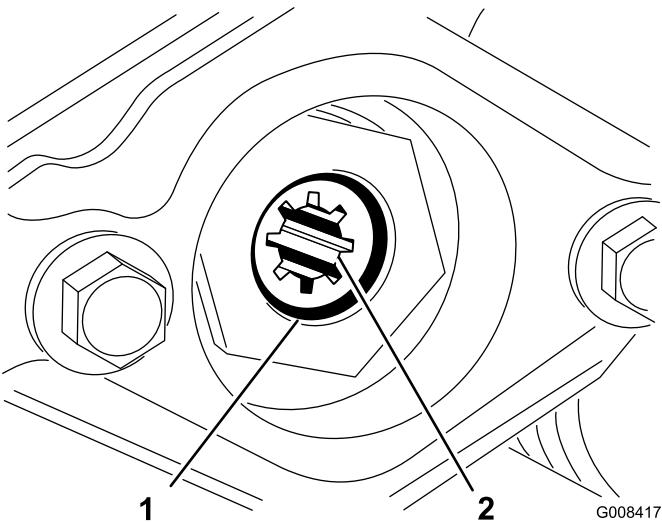

Figura 15
3. Parafuso de cabeça allen (2)
- D. Retire o anel de retenção que prende o acoplador da transmissão no tubo do cilindro (Figura 15). Retire o acoplador de transmissão.